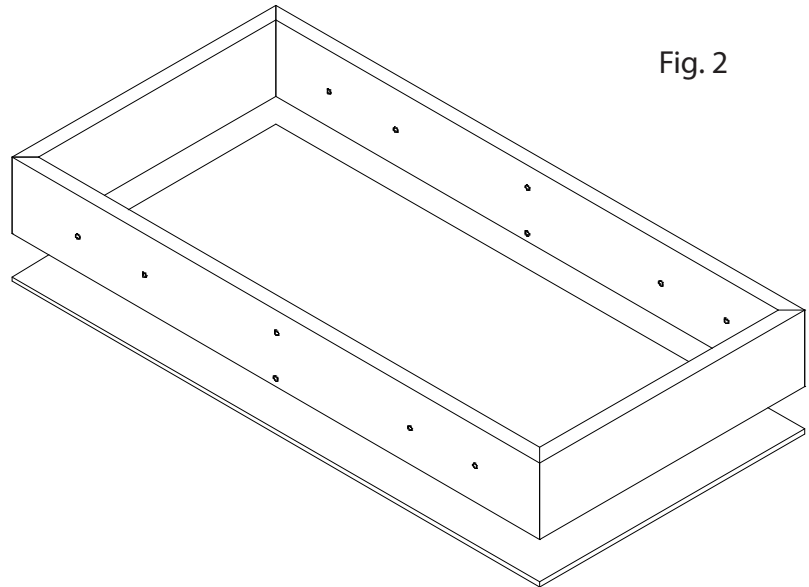

Fig. 2
b) Cortar los listones (1 y 2) en inglete y encolar para formar un cuadro como indica la Fig. 2.